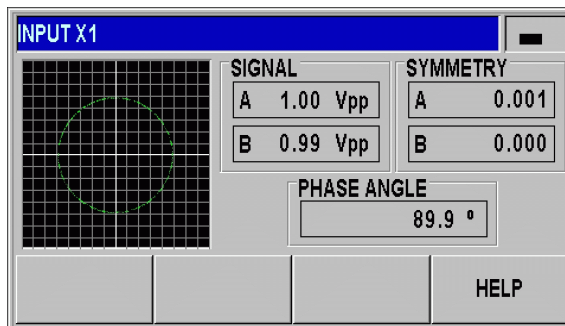

рис. II.46 Тест датчика с интерфейсом  $1 V_{SS}$
- ▶ Как только вы начнете перемещать датчик, ND будет представлять сигналы каналов A и B графически в виде фигур Лиссажу (смотри рис. II.46) и показывать амплитуду, симметрию и смещение фаз.